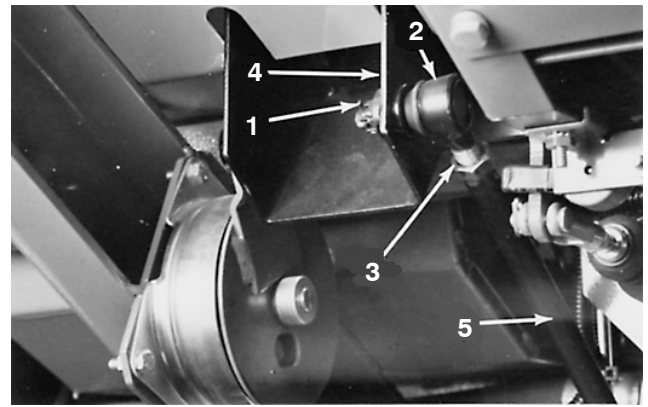

Bild 75
2. Nehmen Sie den Splint und die geschlitzte Mutter vom Kugelgelenk am Fahrpedal ab (Bild 75). Nehmen Sie das Kugelgelenk vom Fahrpedal ab.